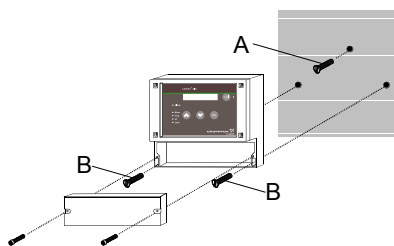

Fig. 4 Plano del montaje
2. Enroscar el tornillo (A) en el taco central superior de manera que sobresalga aproximadamente 1 cm. Consulte la fig. 4.
4. Colocar el aparato sobre el tornillo (A).
5. Fijar el aparato con los dos tornillos (B).